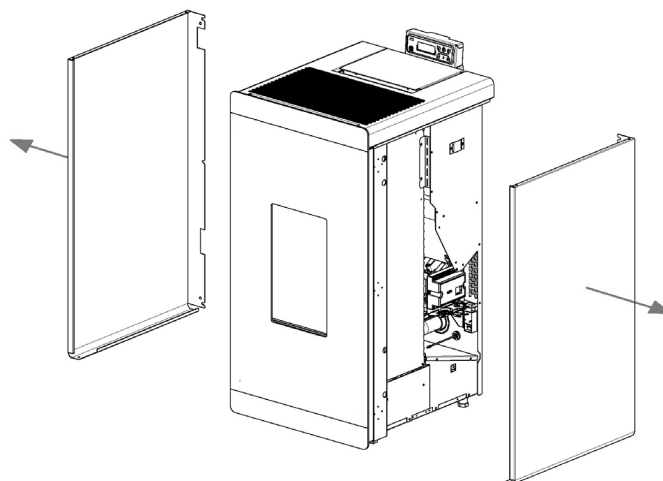

Fig. 70 - Verwijdering zijpanelen
- Verwijder de zijpanelen (zie **Fig. 70**).